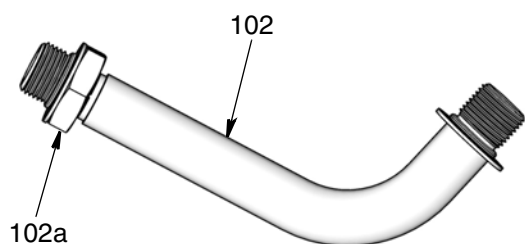

Рис. 4
4. Установка удлинительной трубки (102) на расходомере:
- a. Ослабляйте затяжку гайки удлинительной трубки (102a) (Рис. 4) до тех пор, пока она не будет полностью свинчена с резьбовой части удлинительной трубки.